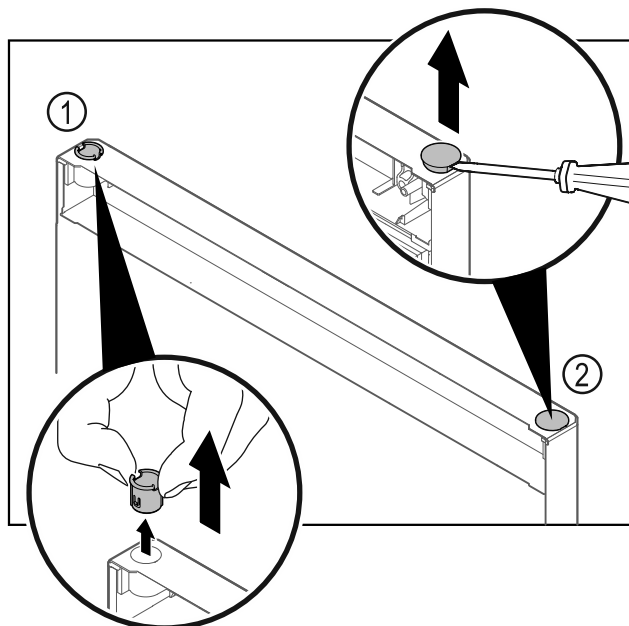

Fig. 30
- ▶ Τραβήξτε έξω την υποδοχή μεντεσέ Fig. 30 (1) με το δάχτυλα.
- ▶ Ανασηκώστε προσεκτικά την τάπα Fig. 30 (2) με ένα ίσιο κατασαβίδι και τραβήξτε την έξω.